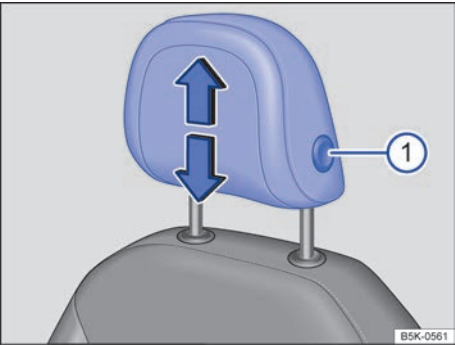

图 39 调整前排座椅头枕
- 按住按钮 → 图 39 ①，同时沿箭头方向上推或下压头枕即可将头枕调整至合适高度 → ▲。